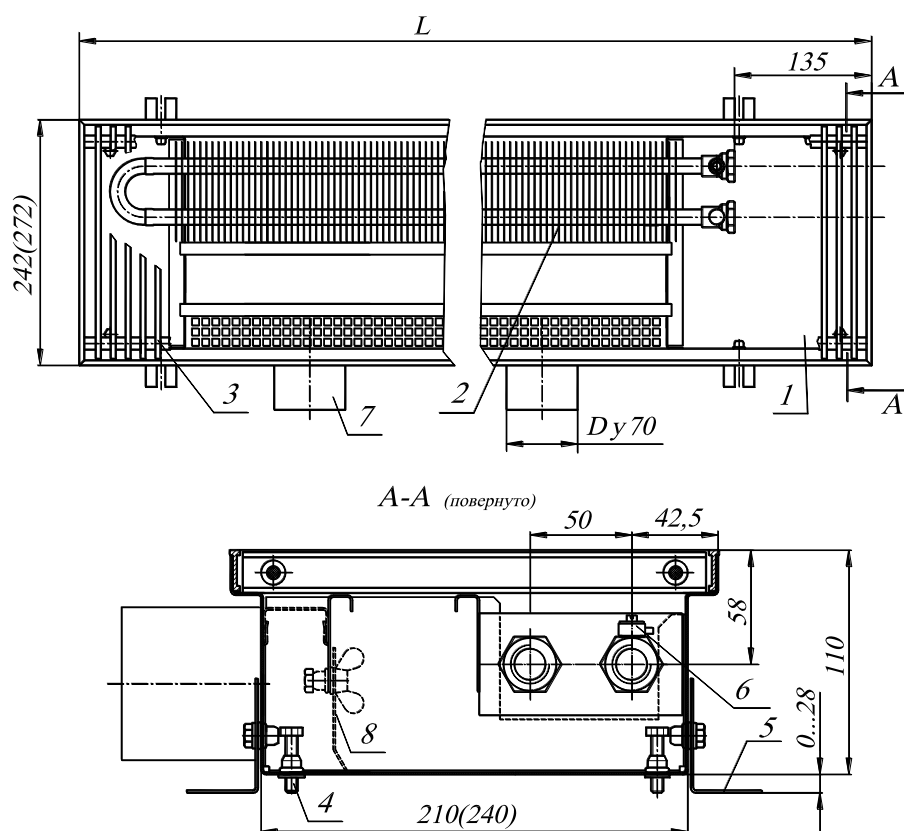

Рис. 1
4.1. Конвектор состоит из следующих основных элементов (см. рис.1):
4.3. Размеры и технические характеристики изделий представлены на Рис.1,2 и в таблицах 1,2.